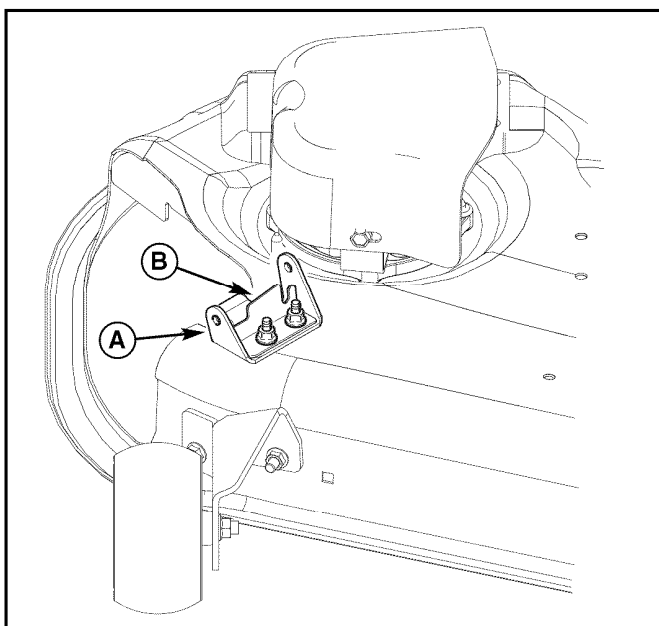

Figura 4. Bisagra del deflector y soporte de montaje
La bisagra (A, Figura 4) y el soporte (B) del deflector vienen instalados de fábrica en la plataforma del cortacésped.